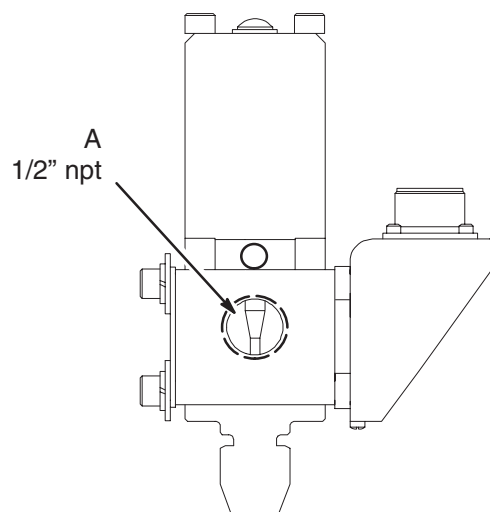

Fig. 4
Assicurarsi di collegare le linee dell'aria appropriate ai bocchettoni appropriati (vedere Fig. 4), collegare fermamente le linee dell'aria ai bocchettoni dell'aria della valvola di erogazione (F).